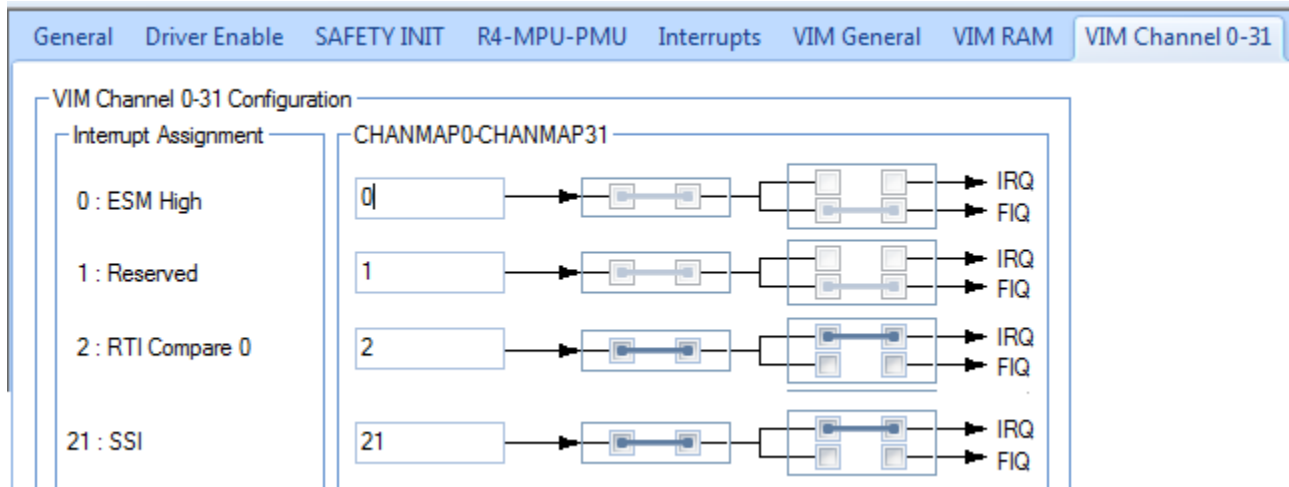

图 4-4. VIM 配置
5. 按图 4-4 所示设置 VIM 配置。FreeRTOS 使用 2 个中断：RTI Compare 0 和系统软件中断 (SSI) (见图 4-5)。